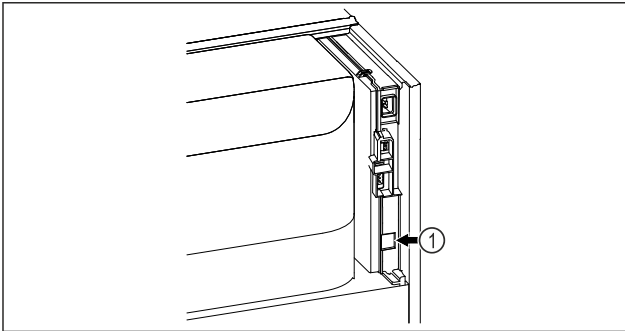

Fig. 77
- Използва се SmartModule Fig. 77 (1).